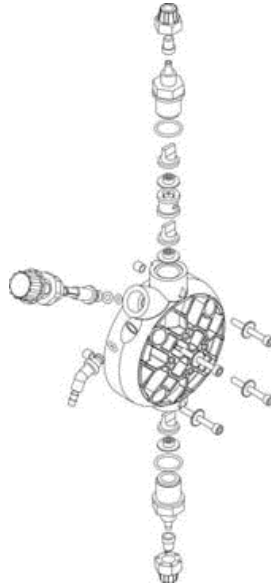

Fig. 10
3. Elimine todo el líquido presente en el cuerpo de la bomba, desmontado y volviendo a montar el cuerpo de la bomba con los cuatro tornillos de sujeción (Fig. 10).
3. *Elimine todo el líquido presente en el cuerpo de la bomba, desmontado y volviendo a montar el cuerpo de la bomba con los cuatro tornillos de sujeción (Fig. 10).*
2. Revise el funcionamiento de la bomba al menos cada 6 meses, así como la posición de los tornillos y de las juntas de impermeabilización. El control debe ser efectuado con más frecuencia en líquidos agresivos, prestando especial atención en la concentración de aditivo en la instalación. Su reducción podría ser debida al desgaste de las válvulas (en tal caso se deben sustituir siguiendo los pasos de la Fig.10) o al atasco del filtro, que se debe limpiar como se indica en el punto 3.
También se puede efectuar esta operación de la forma siguiente: una vez la bomba está desconectada de la instalación, sujete la bomba boca abajo por unos pocos segundos (15-30) sin que los tubos estén conectados a los empalmes. Si resulta imposible, desmontar y volver a montar el cuerpo de la bomba (Fig.10) utilizando los cuatro tornillos de fijación.